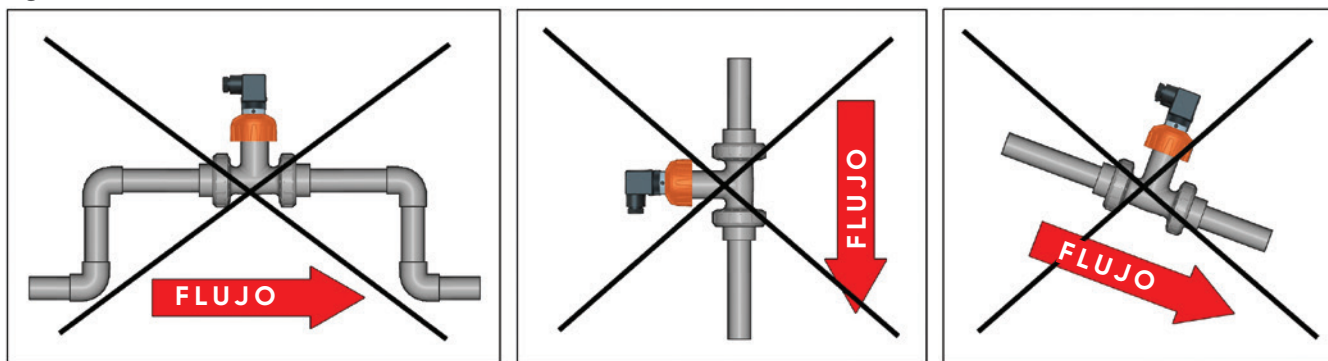

Fig. 3
- Se deben evitar las tres instalaciones mostradas en la **Fig.3**, salvo que se tenga la absoluta certeza de que no hay burbujas de aire en la tubería.